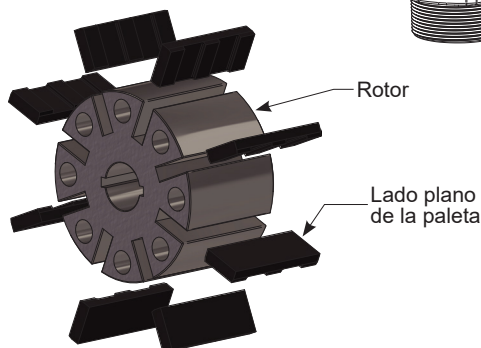

Figura 2a
6. Reemplace el rotor, la chaveta del eje y las paletas, y asegúrese de que las paletas estén orientadas con el lado plano hacia adelante (como se muestra en la Figura 2a).